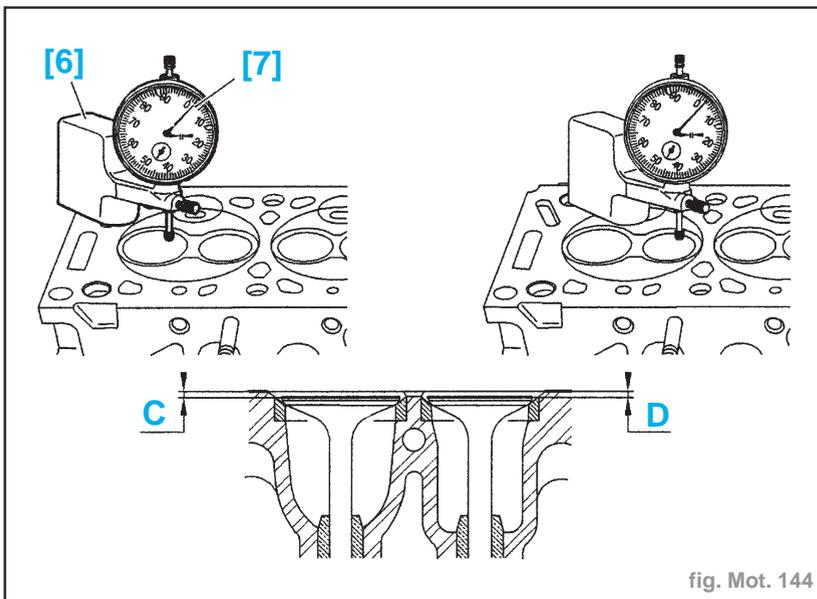

fig. Mot. 144
- Fixer le comparateur [7] sur le support [6] (fig. Mot. 144).